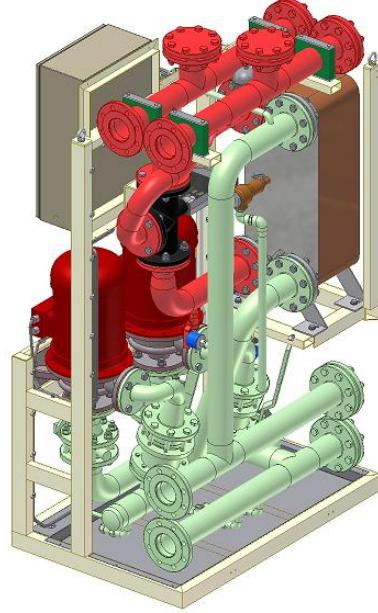

Рис. 4.2-1
- Первичный контур, HXM300-PS01 (обозначен зеленым цветом на рис. 4.2-1)
- Вторичный контур, HXM300-PS02 (обозначен красным цветом на рис. 4.2-1)